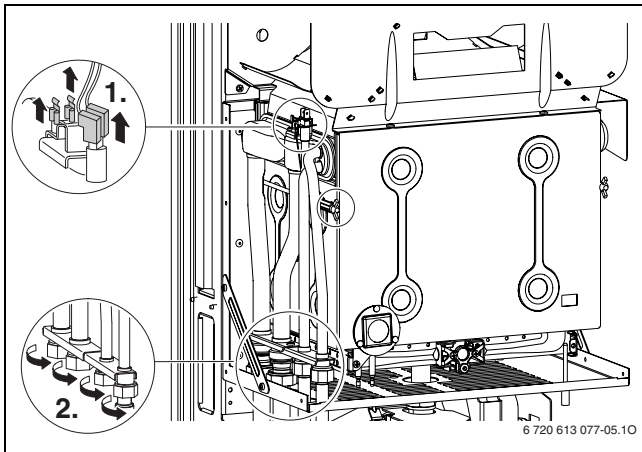

Fig. 50 Scambiatore di calore
- ▶ Scollegare i cablaggi dei vari sensori, allentare i raccordi ed estrarre in avanti lo scambiatore (fig. 50).